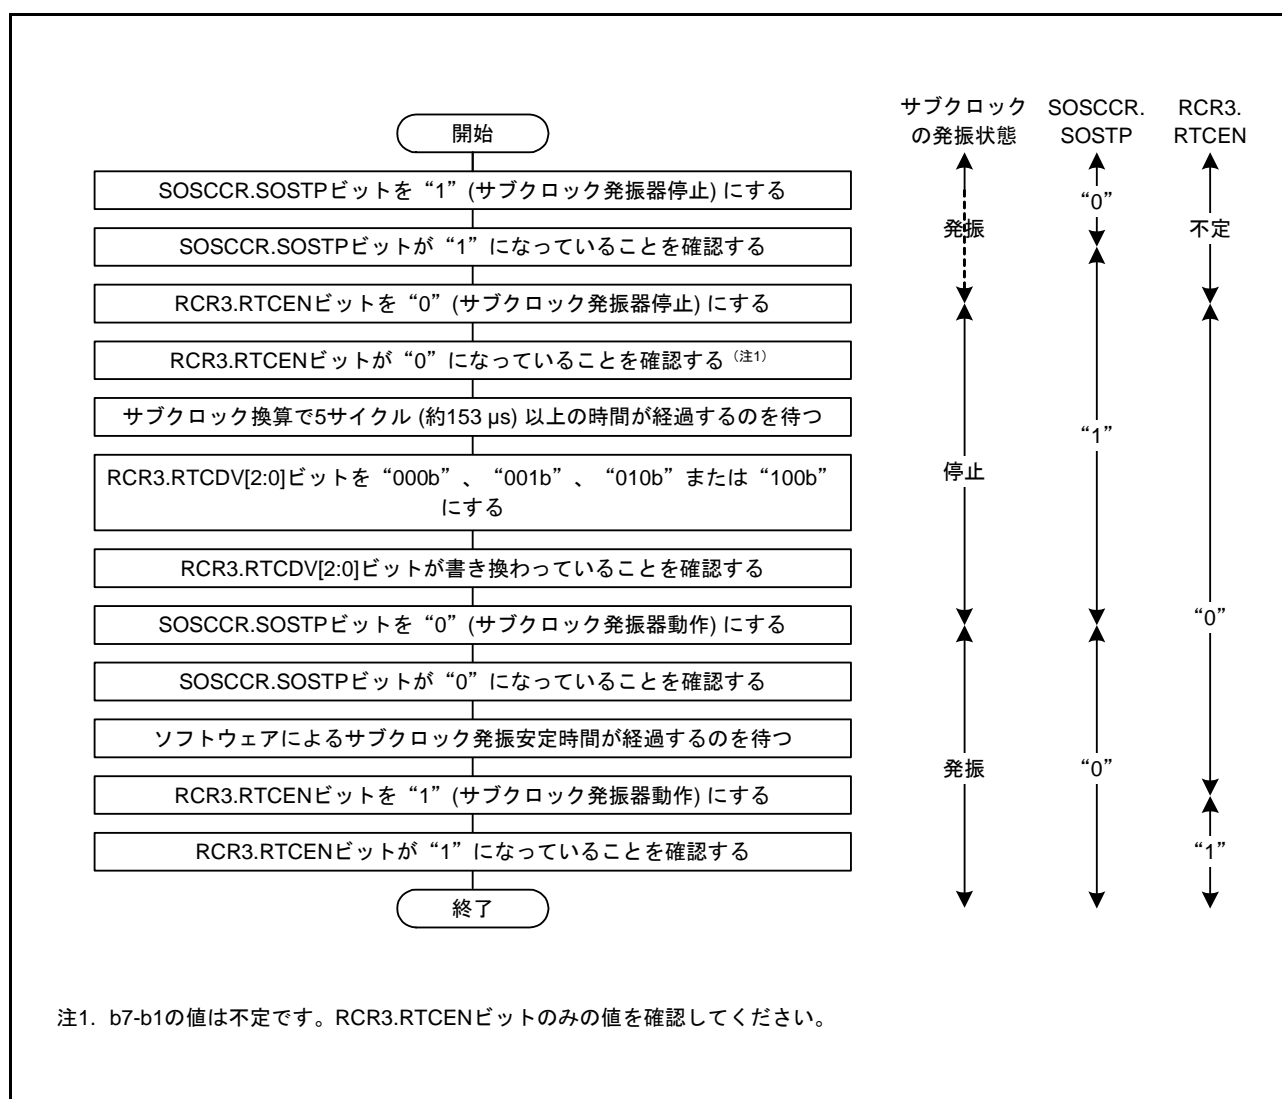

図 9.9 サブクロックをリアルタイムクロックのカウントソースに使用する場合の初期化フローチャート例
- サブクロックをシステムクロックとして使用し、かつリアルタイムクロックのカウントソースとして使用する場合は、図 9.9 のフローチャートの例に従って初期設定してください。その後、「23.3.2 クロックとカウントモード設定手順」に記載されたクロック設定手順に従って設定してください。